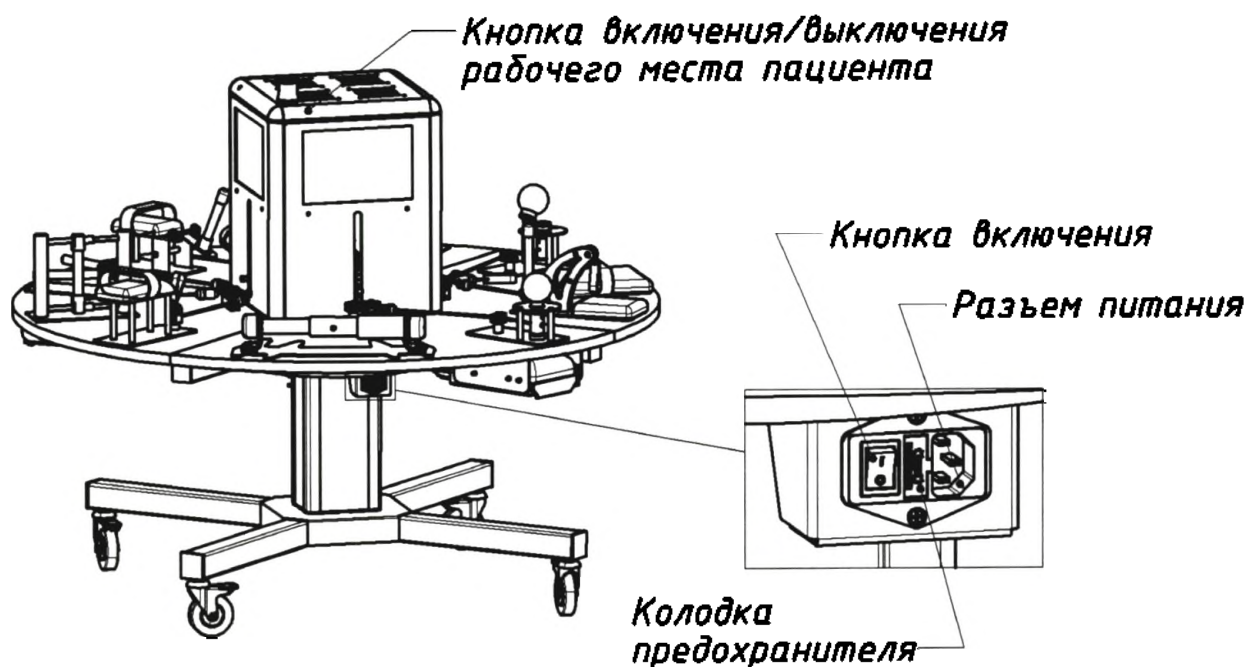

Рисунок 10 – Разъем питания тренажера.
6.1.5. Включите питание тренажера с помощью выключателя расположенного рядом с разъемом сетевого шнура. Расположение выключателя показано на рисунке 10. После включения питания произойдет автоматическое включение и загрузка рабочего места пациента. В случае возникновения проблем с загрузкой возможно индивидуальное ручное управление включением и выключением рабочего места пациента с помощью кнопки, расположенной в верхней части блока управления рисунок 10.
Рисунок 10а – Подъемный механизм.
Регулировка рабочего веса (рисунок 10б) осуществляется изменением количества грузов, поднимаемых в процессе выполнения упражнения. Для установки требуемого веса необходимо вставить штырь в соответствующее отверстие в грузе согласно рисунку 10б, при этом грузы должны находиться в нижнем положении (трос не должен быть натянут). При настройке грузов на минимальный вес штырь не устанавливается.
Рисунок 10б – Регулировка рабочего веса.